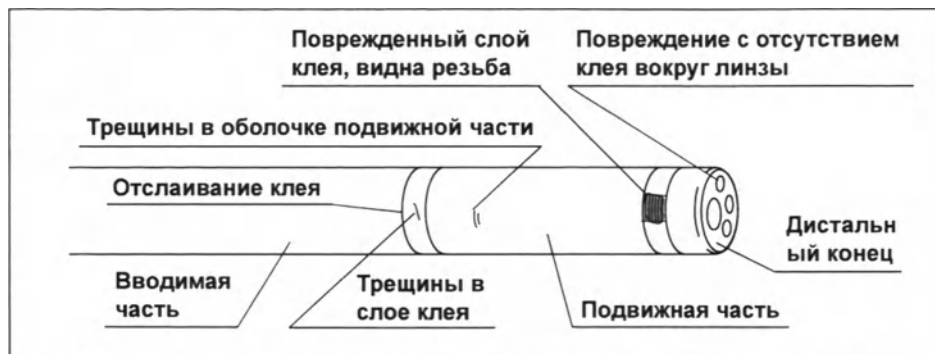

Рис. 3.4
- Компания Olympus подтвердила отсутствие ухудшений при выполнении указанного количества циклов стерилизации. В случае превышения количества циклов стерилизации данного эндоскопа могут возникнуть ухудшения, показанные на рис. 3.4. В случае таких ухудшений необходимо произвести техническое обслуживание. За дополнительными сведениями обращайтесь в компанию Olympus.
- Повреждения, трещины и отслаивания могут возникнуть на подвижной части, как показано на рис. 3.4, а также на вводимой части/секции или универсальном кабеле.